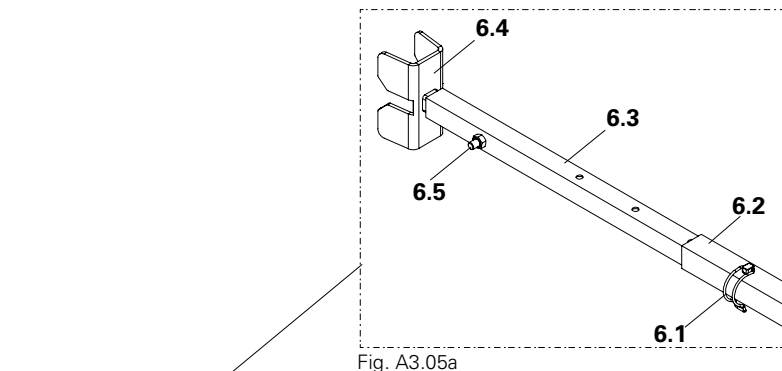

Fig. A3.05a
- Asegure el pasador abatible (6.1) (fig. A3.05a)